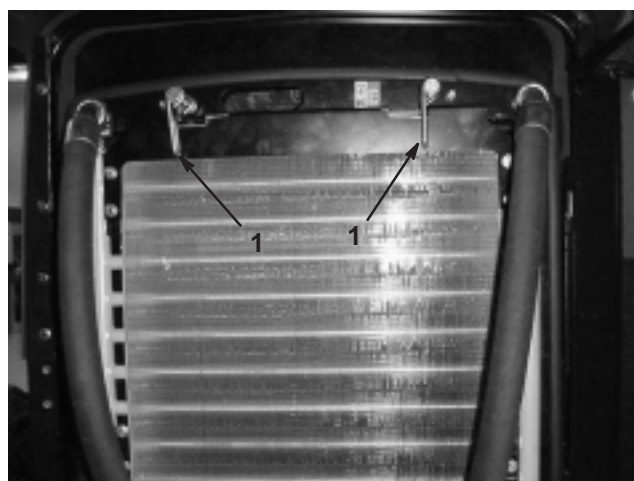

Figure 37
2. Tournez les verrous (Fig. 37) qui fixent le refroidisseur d'huile au châssis.